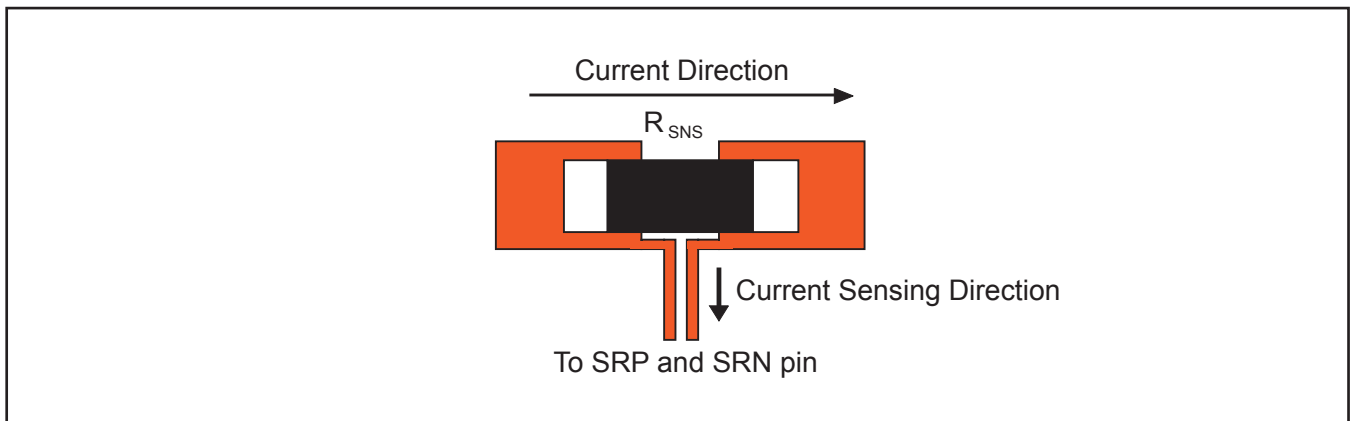

図 27. センス抵抗のPCBレイアウト
3. 充電電流のセンス抵抗は、インダクタ出力のすぐ隣に配置する必要があります。センス抵抗から同じ層内のICに戻る各センス・リードは、互いに近づけて配置(ループ面積を最小化)し、また、センス・リードは高電流経路を通らないようにしてください(電流精度を最大にするKelvin接続については、図27を参照)。これらのパターン上のデカップリング・コンデンサは、ICに隣接させて配置します。